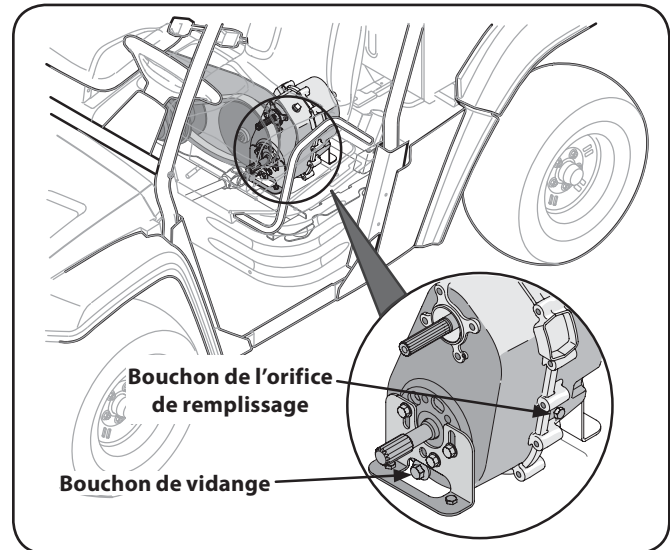

Figure 5-5
1. Stationnez le véhicule sur une surface plane, placez le levier de changement de vitesses à la position neutre (N) et engagez le frein de stationnement.
4. Accédez au bouchon de vidange par la fente sous le véhicule. Retirez le bouchon. Voir Figure 5-5.